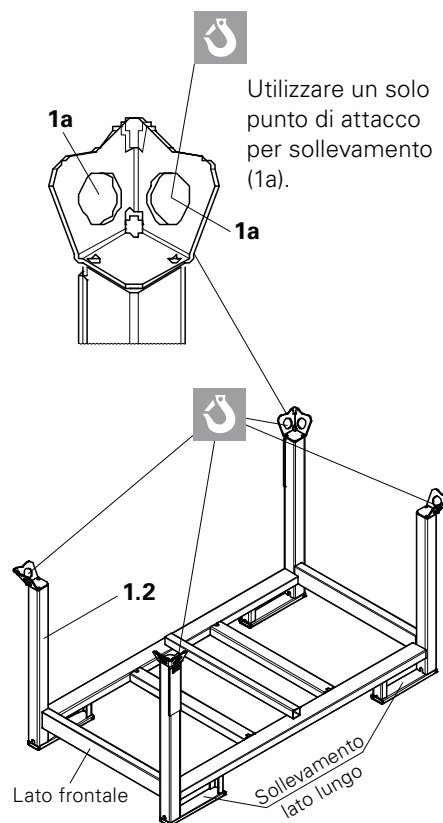

Fig. A1.01
Le barelle sono una possibile soluzione di stoccaggio e trasporto dei puntelli. (Fig. A1.01)
- Ogni barella ha quattro punti di attacco. (Fig. A1.01)
Le barelle (1.1/1.2) possono essere sollevate sia dal lato lungo che da quello corto. (Fig. A1.01)